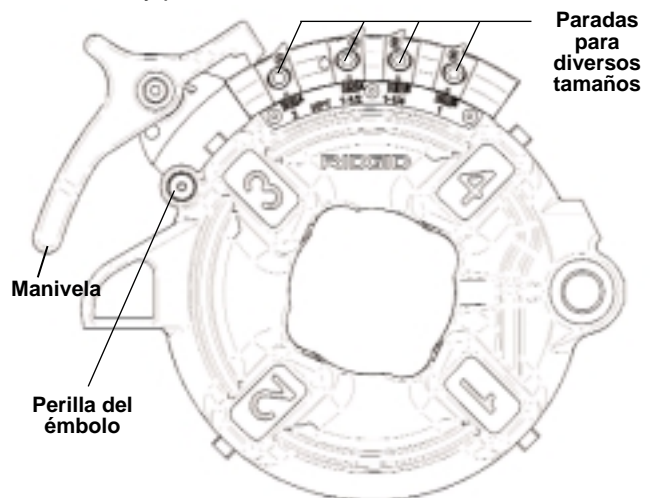

Figura 13 – Cabezal de Terrajas Semiautomático
Cabezal de terrajas Semiautomático (Figura 13) –
El Cabezal de Terrajas Semiautomático para roscas a mano derecha (Figura 13) requiere cuatro juegos de terrajas para roscar tubería desde 1/8 hasta 2 pulgadas. Se precisa un juego de terrajas para cada una de las siguientes gamas de tamaño: (1/8 pulg), (1/4 y 3/8 pulg), (1/2 y 3/4 pulg) y (1 a 2 pulg). Para roscar pernos se necesita un juego distinto de terrajas para cada tamaño de perno.
1. Baje la manivela y gírela para que la placa de levas descansa contra la perilla del émbolo (como se muestra en la Figura 13 – Cabezal de terrajas Modelos 816 y 817)